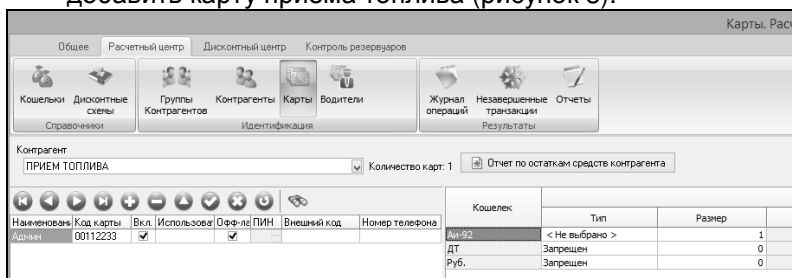

Рисунок 8
- добавить карту приема топлива (рисунок 8).